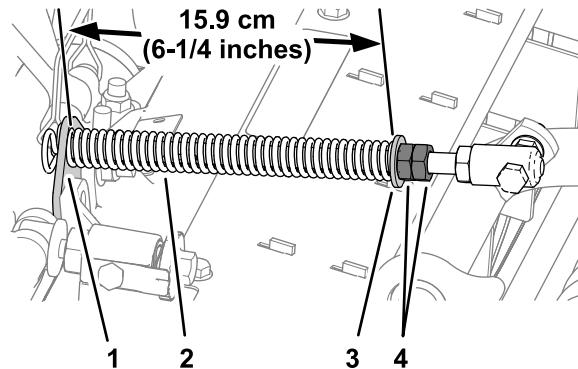

图16
3. 如 图16 所示拧紧弹簧杆前端的六角螺母直至压缩后的弹簧长度为 159mm。